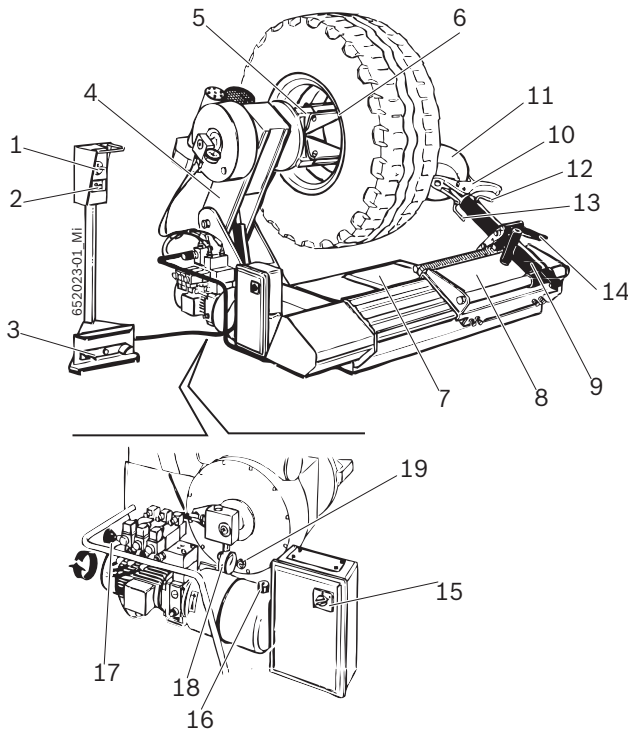

Fig. 1: TCE 5210
O flange de aperto funciona com circuito hidráulico de alta pressão, regulável de 20 a 130 bar rodando a manopla apropriada (Fig 1, pos. 17) e lendo o valor no manômetro (Fig. 1, pos. 18). A pressão normal de exercício é de 130 bar. Para jantes fracas ou particularmente finas é necessário diminuir esta pressão.
Para rodas com diâmetro inferior a 800 mm ou superior a 1500 mm, aconselha-se desenfiar a ficha da ferramenta de montagem (Fig. 1, pos. 12) e posicioná-la no segundo furo.